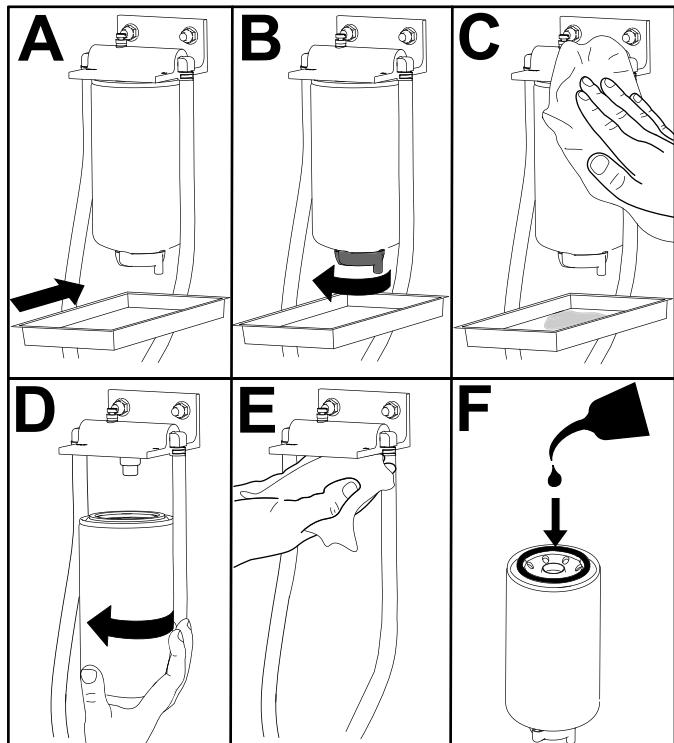

Figure 100
- Remplacez le filtre comme montré à la Figure 100.